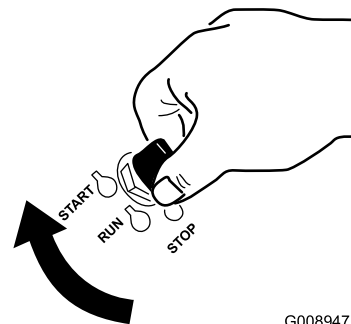

Figure 17
1. Tournez la clé de contact à la position de démarrage (Start) (Figure 17). Relâchez la clé quand le moteur démarre.